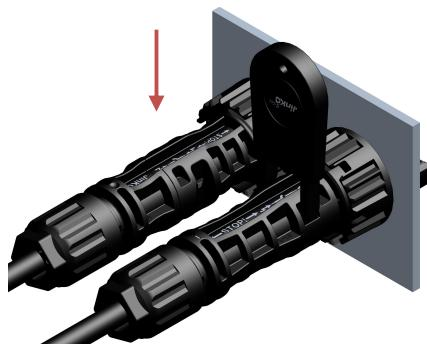

Figure 7
- ✧ 使用组装工具带有插销的一端插入连接器的卡扣位置（如图 7）。
Insert the forks into the buckle of the connector by the assembly tool (Fig. 7).